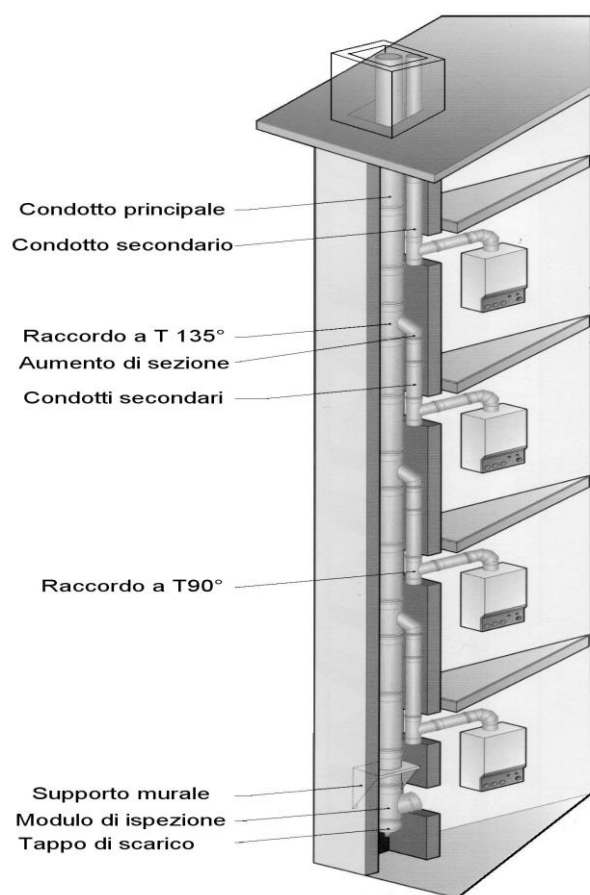
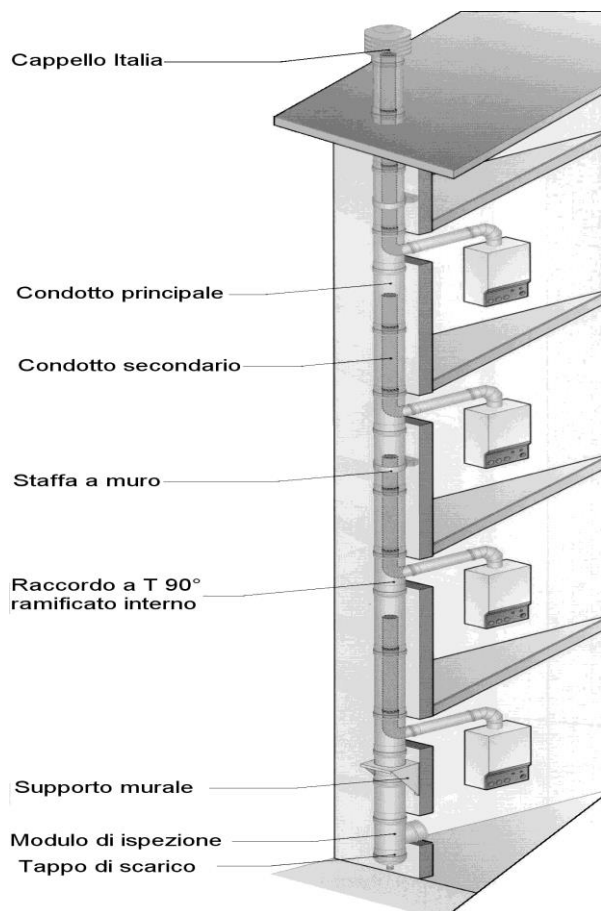

Fig. 7a CANNA RAMIFICATA COLLETTIVA
Fig. 7b CANNA COASSIALE COLLETTIVA
3.2. Schema di montaggio per canne fumarie collettive asservite ad apparecchi di tipo B (fig. 7a-7b)
- Inserire ora il raccordo a T che permette di collegare il canale da fumo al camino: in funzione della tipologia dell'impianto prevista dal progettista, dovrà essere installato un raccordo a T 90 di tipo coassiale (fig. 7b) oppure inclinato a 45° (fig. 7a).